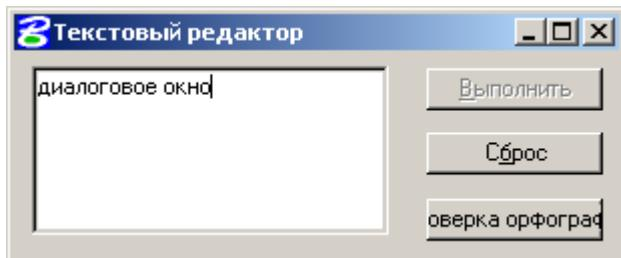

рис. 91
- диалоговое окно (рис. 91)
Диалоговое окно работает как текстовый процессор (см. п. 7.1), но имеет более простой вид (рис. 91):